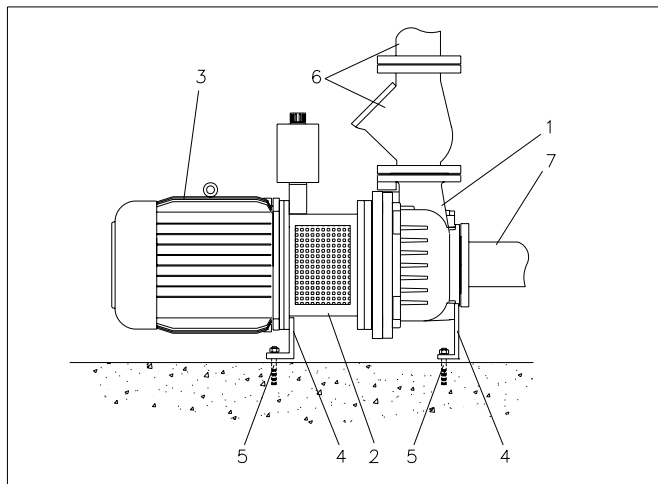

Fig. 7.5
Se fig. 7.5 eller 7.6.
- att basplattan är fast i golvet, se fig. 7.5 och 7.6 pos. 5.